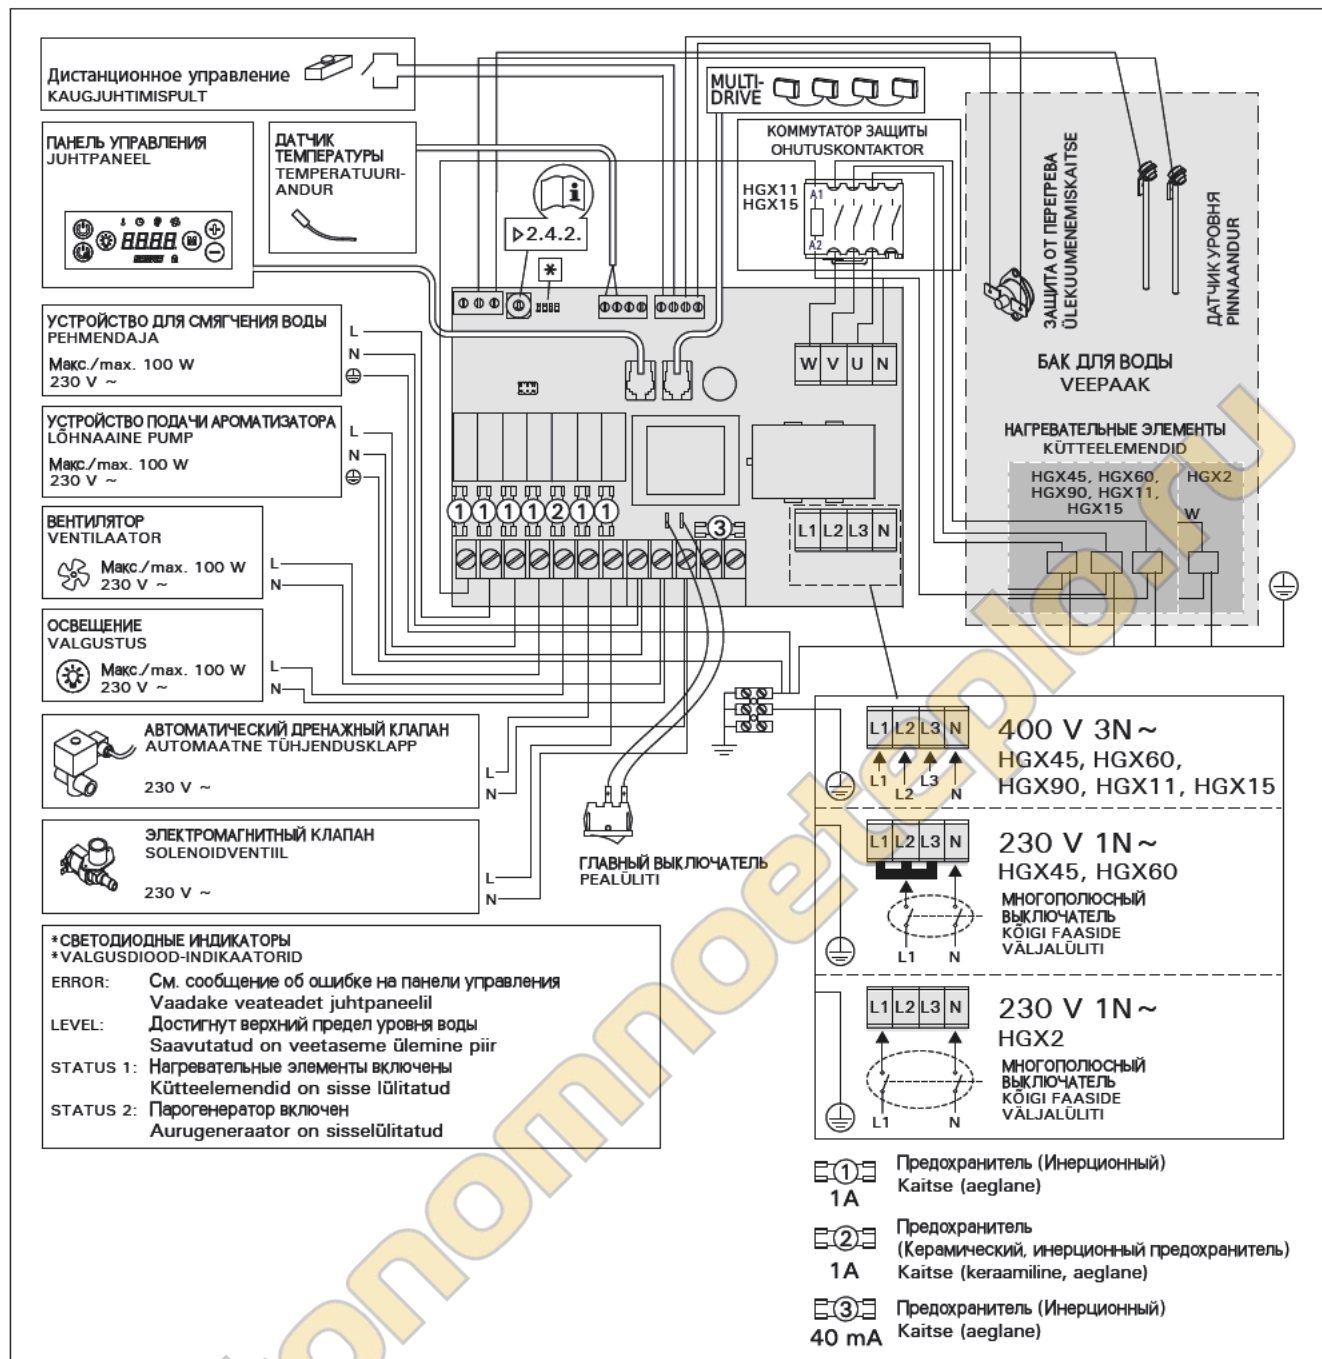

Рисунок 9.
3. Соедините парогенераторы с помощью кабелей управления, входящих в комплект поставки устройств. Также см. рисунок 9.